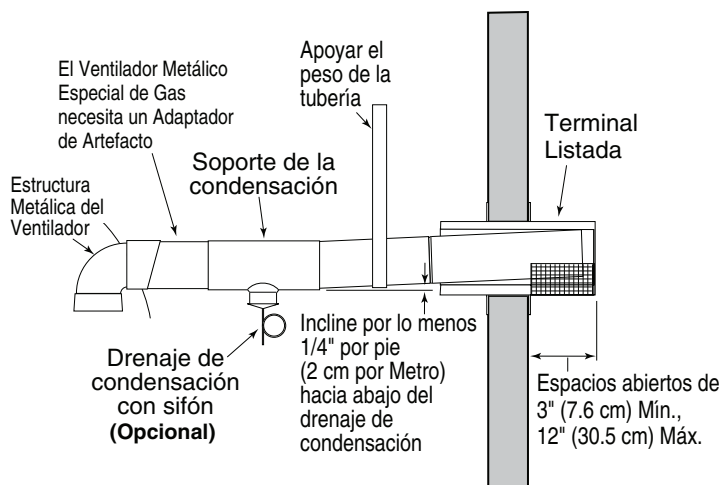

Figura 22.
- Por lo menos a 0.1 metros y como mucho a 0.3 metros fuera de la pared (ver Figura 22), siguiendo las instrucciones del fabricante del ventilador